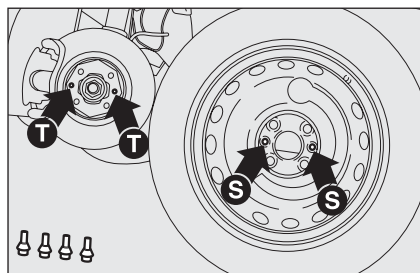

fig. 7
- ☐ montare il ruotino facendo coincidere i fori **S-fig. 7** con i relativi perni di centraggio **T**;
- ☐ montare la ruota di uso normale facendo coincidere i fori **S-fig. 7** con i relativi perni di centraggio **T**;